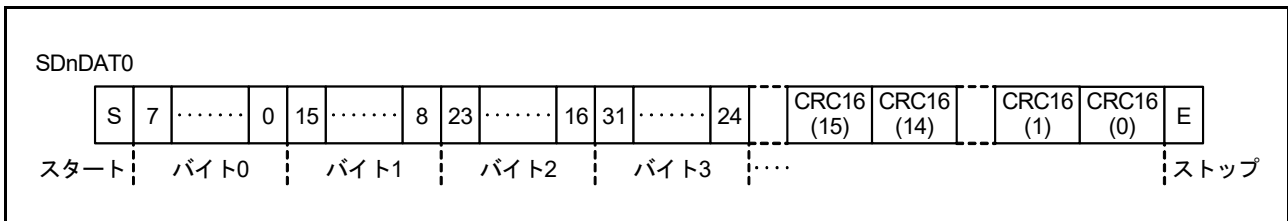
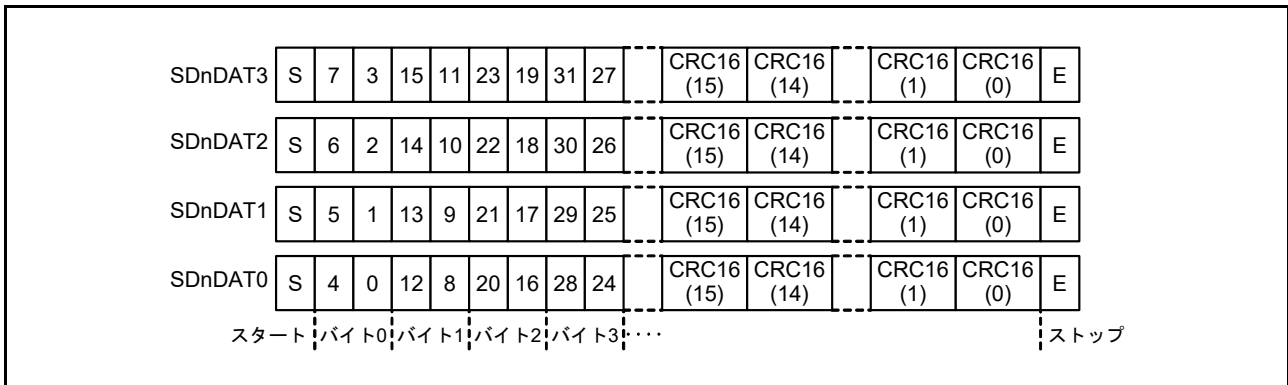

図 41.2 1 ビット幅モードの SDnDAT
図 41.3 4 ビット幅モードの SDnDAT
1. SD/MMC ホストインタフェースが SDnDAT 信号により SD カード / MMC からデータを受信する (図 41.2 および図 41.3 を参照)。